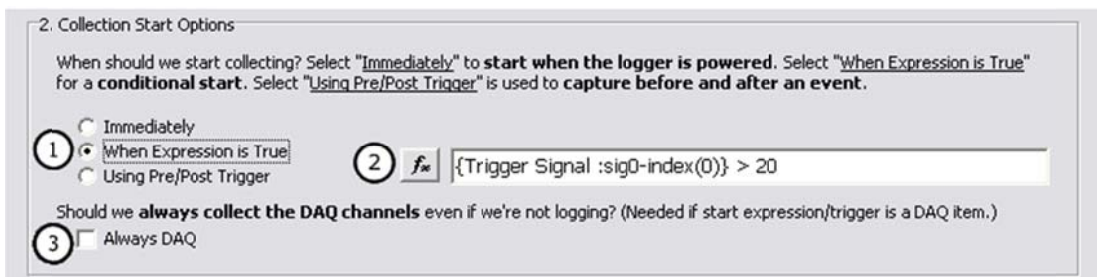

图 9-15 采集开始选项
在“Collection Start Options”标签中有很多选项(如图 9-15 所示)。本节中的选择将会影响下面的设置菜单,因此记住您在本菜单中的选择内容。最简单的方法就是“Start Immediately”,选择该项在记录仪插入之后只需开始记录“1. Message Collection Options”中选择的报文即可。选择“When Expression is True”项,将允许您指定某条表达式必须达到真时才开始记录。图 9-15 显示了触发信号必须大于 20 时才开始数据采集(如图 9-15 中②所示)。“Using Pre/Post Trigger”项您将选择触发事件之前和之后采集的报文数量。在观察是什么引起表达式为真时非常有用。“Always DAQ”勾选框将配置 CoreMini 为如下工作方式:尽管采集还没有触发,它将设置诊断请求。如果触发器是一个 DAQ 项,或者您使用了“Pre/Post trigger”记录诊断,应该勾选该项。